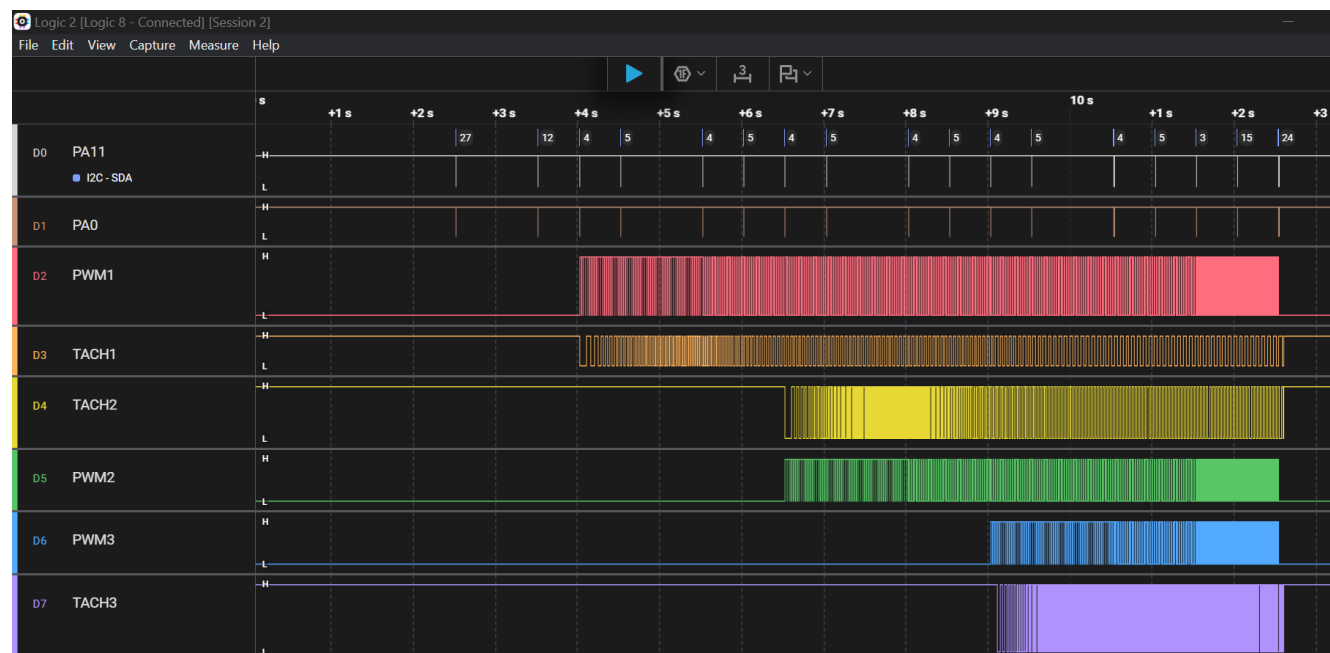

図 4-1. Saleae によって取得されたいくつかのテスト結果
8. 図 4-1 に、Saleae で取得した信号を示します (Saleae には 8 チャンネルしかありません。いくつかの信号のみが取得されました)。I2C コマンドを使用して信号を分析し、Saleae が期待値に一致しているかどうかを確認します。